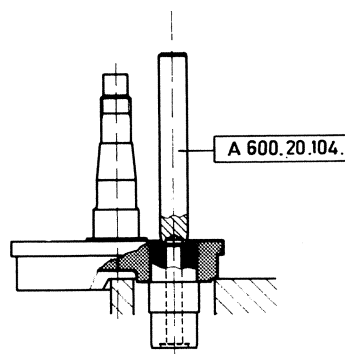

Fig. 46
- Die beiden Abschlussdeckel laut Fig. 46 mittels Dorn Nr A 600.20.104 einpressen.
- Chasser les couvercles du maneton à la presse en utilisant le mandrin No A 600.20.104 (fig. 46)